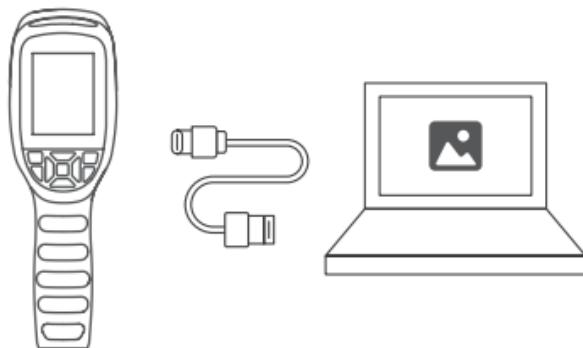

Figura 4.1.1
- 2.** Collega il TC004 SE al tuo computer con il cavo USB in dotazione (vedi Figura 4.1.1).